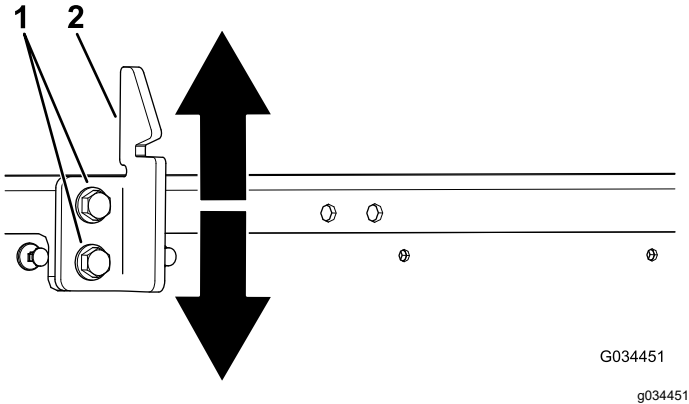

图 64
3. 拧松货斗门锁撞销上的 2 个螺栓并向上或向下取决于撞销过高还是过低移动撞销图 64。
4. 拧紧货斗门锁撞销上的 2 个螺栓图 64。